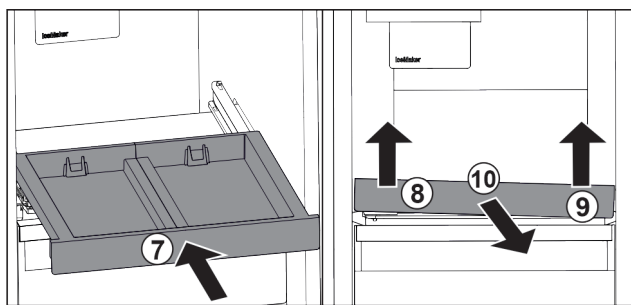

Fig. 30
- ▶ Wsunąć wysuwaną półkę. Fig. 30 (7)
- ▶ Unieść wysuwaną półkę z przodu po lewej. Fig. 30 (8)
- ▶ Unieść wysuwaną półkę z przodu po prawej. Fig. 30 (9)
- ▶ Wyjąć wysuwaną półkę do przodu. Fig. 30 (10)